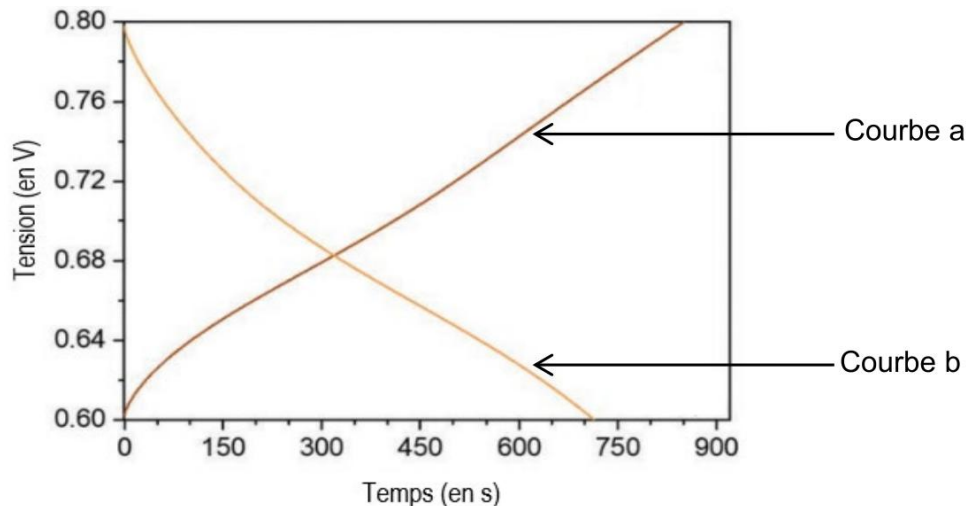

Figure 2 : charge et décharge de la batterie – D'après Adv. Mater. 2023, 35, 2211400
Les scientifiques italiens ont étudié le comportement de leur prototype après plusieurs charges sous une tension comprise entre 0,60 et 0,80 V pour un courant de 48 μA (**Figure 2**).
Q.8. Indiquer la courbe qui représente la charge de la batterie comestible en analysant le graphe de la **figure 2**. Expliquer.